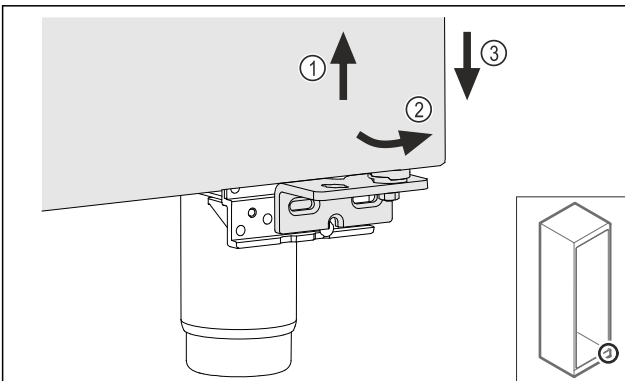

Fig. 14
- Soulever légèrement la porte Fig. 14 (1), la faire basculer vers l'avant Fig. 14 (2) et l'abaisser Fig. 14 (3).